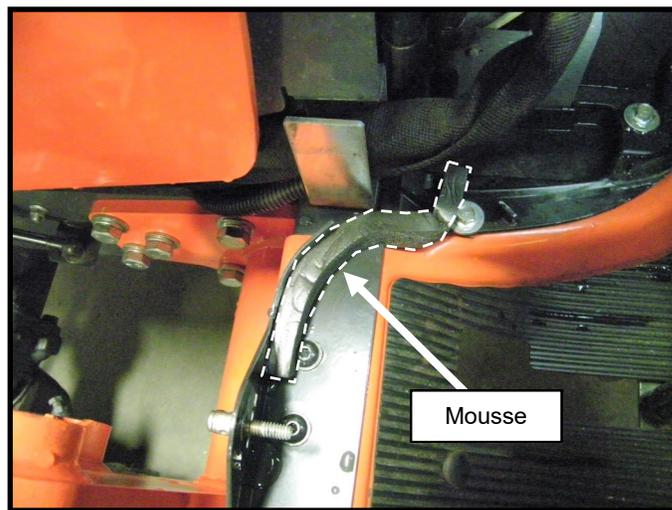

Figure 55 : Installation de la mousse
55. Installez un morceau de mousse de 7 po sur le plancher et déroulez-le sous l'endroit où la grille d'admission d'air sera positionnée, comme illustré à la figure 55 (voir les lignes en pointillés blancs sur la photo). Répétez ces étapes pour le côté droit.